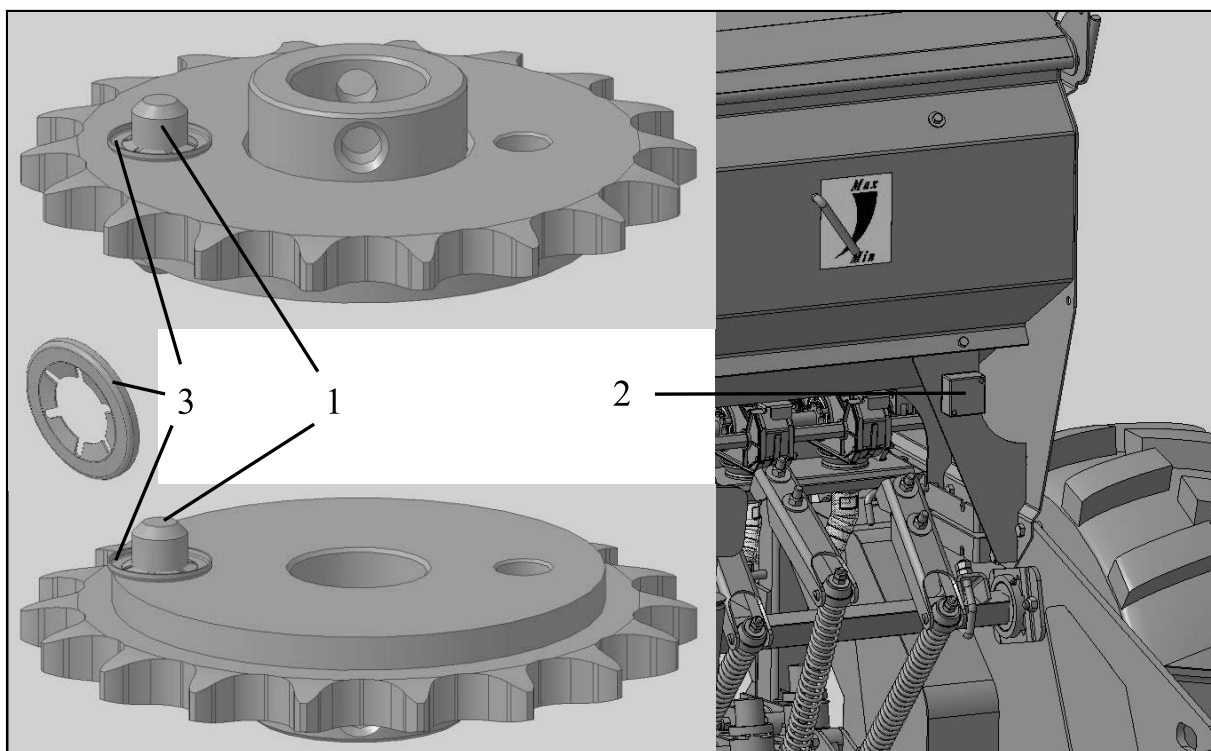

Рисунок 16.3
- 5) Заменить разрушенный срезной штифт 1 (рис. 16.3) на штифт из комплекта запасных частей 2 (рис. 16.3). Его следует установить в отверстие, которое расположено на большем радиусе от оси вращения муфты.
- 6) Срезной штифт зафиксировать с двух сторон стопорными шайбами 3 (рис. 16.3).